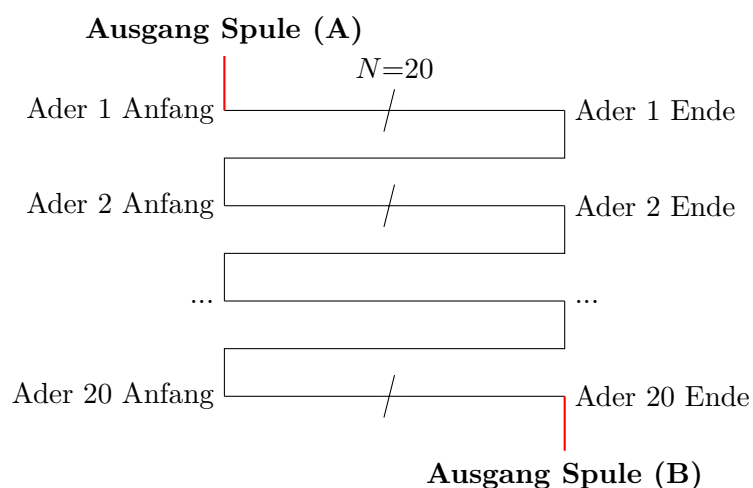

Abbildung 2: Prinzip der seriellen Verschaltung zur Erhöhung der Induktivitätswicklung
4. **Verschaltung der Wicklungen:** Löte die Adern im Gehäuse strikt seriell gemäß Abbildung 2. Isoliere jede Lötstelle sorgfältig mit Schrumpfschlauch. Das verbleibende Anfangs- und Endstück bildet die Anschlüsse der Induktivität.